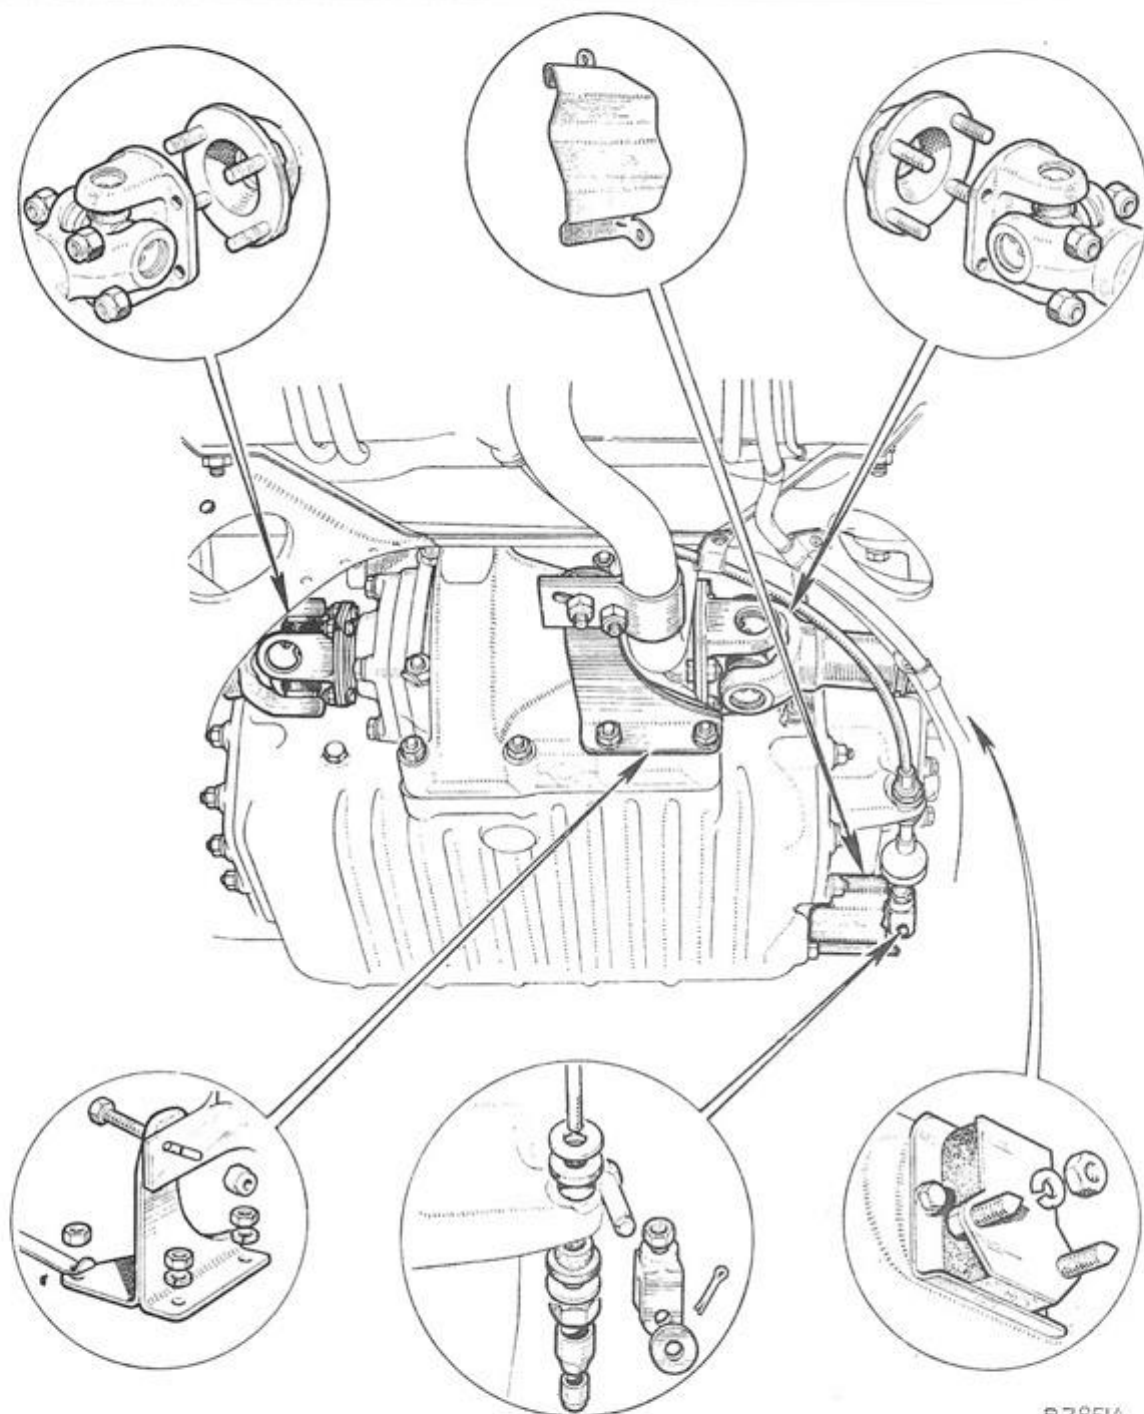

Fig. Aa.3
- 4) Tag udblæsningskonsollen af. Den største af møtrikkerne er gjort fast med en låseflap (se fig. Aa.3).